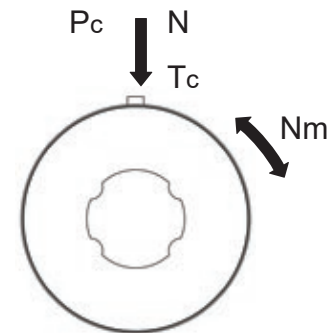

Abbildung 2: Laufleistungsfaktoren
Die drei auf die Laufleistung von Präzisions-Kugelkeilwellen wirkenden Hauptfaktoren sind: Drehmoment-, Radial- und Momentlast (Bild 2). Deren jeweiliger Einfluss berechnet sich mit den Gleichungen (9) bis (13).